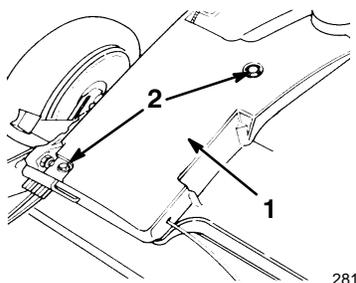

Figure 26
1. Moteur éteint, retirer les deux boulons de fixation du carter de courroie (Fig. 26).
2. Retirer les boulons de fixation du carter de courroie au carter de tondeuse (Fig. 26).